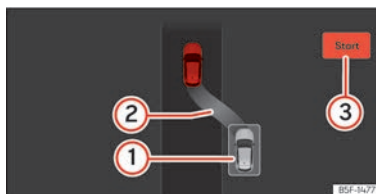

Abb. 159 Am Bildschirm des Kombi-Instruments: aus einer Längsparklücke ausparken.
- Fahren Sie rückwärts, bis das Dauertonsignal des ParkPilot ertönt; **ODER:** Fahren Sie zurück, bis am Bildschirm des Kombi-Instruments die Anzeige zur Vorwärtsfahrt erscheint. Die Fortschrittsanzeige **» (Abb. 159)** ③ zeigt den zurückzulegenden Abstand an.